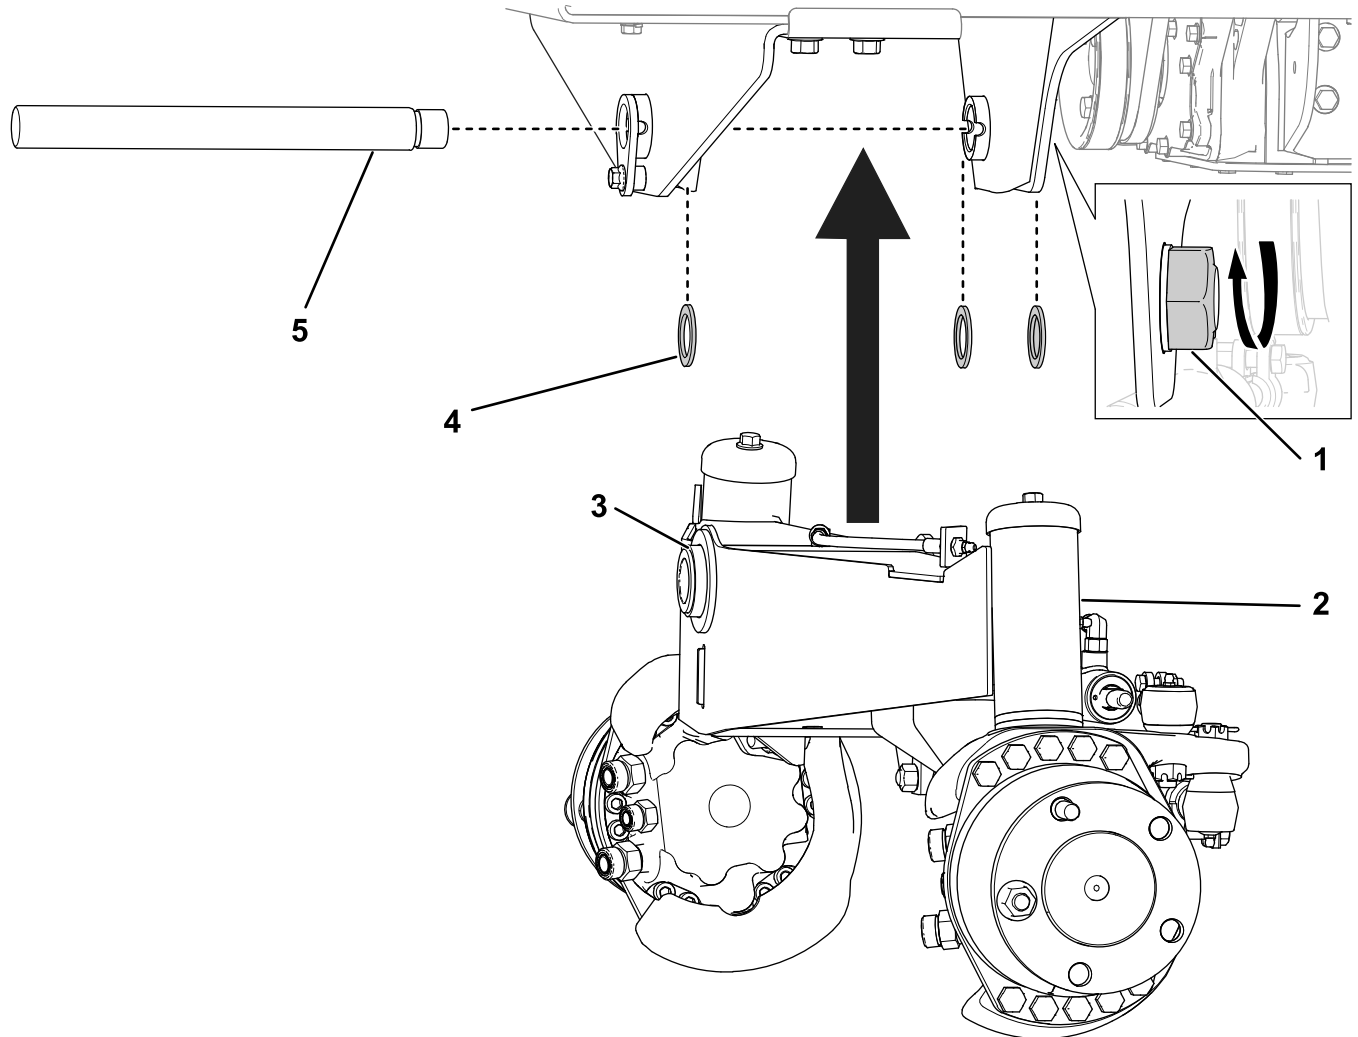

Figure 16
1. Positionnez l'ensemble essieu arrière sur le cadre. Levez l'ensemble essieu jusqu'au cadre et glissez l'axe pivot dans le cadre, l'essieu et les 3 rondelles de butée (Figure 16).
2. Fixez le contre-écrou sur l'axe de pivot pour éliminer le mouvement axial (d'avant en arrière) de l'essieu arrière. Assurez-vous que l'essieu peut encore pivoter librement après avoir serré le contre-écrou (Figure 16).